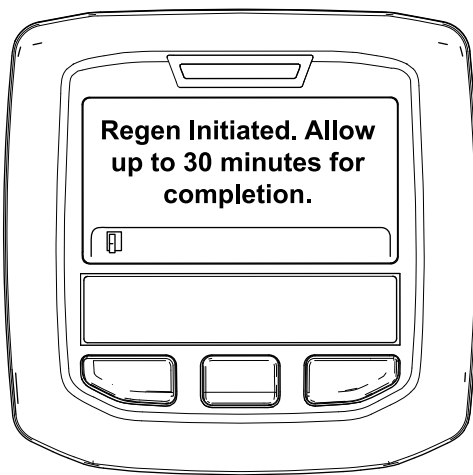

Figure 56
- Si la régénération est autorisée, le message « Regen Initiated. Allow up to 30 minutes for completion » (régén. lancée. Durée max 30 minutes) s'affiche dans l'InfoCenter. Attendez que la machine termine le processus de régénération en stationnement (Figure 56).